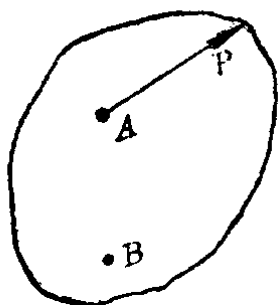

图 1-3
1. 如图1-3所示，在A点作用一已知力 P ，方向如图所示，如果在B点加一力，_____（能；不能）使物体平衡。因为_____。（A、B两点不共线；A、B两点共线）